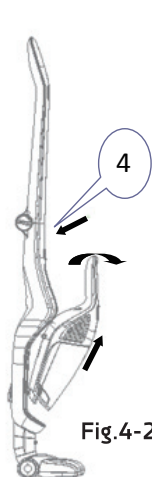

Fig.4-2
Appuyez sur le bouton de déverrouillage de la sous-unité (4) (voir Fig.4.2), saisissez la poignée de la sous-unité pour la retirer en suivant le sens indiqué par la flèche, puis appuyez sur le commutateur de mise sous tension de la sous-unité (5) (voir Fig.4-3a) pour mettre en marche cette dernière. Appuyez à nouveau sur ce commutateur (5) si vous souhaitez l'éteindre.